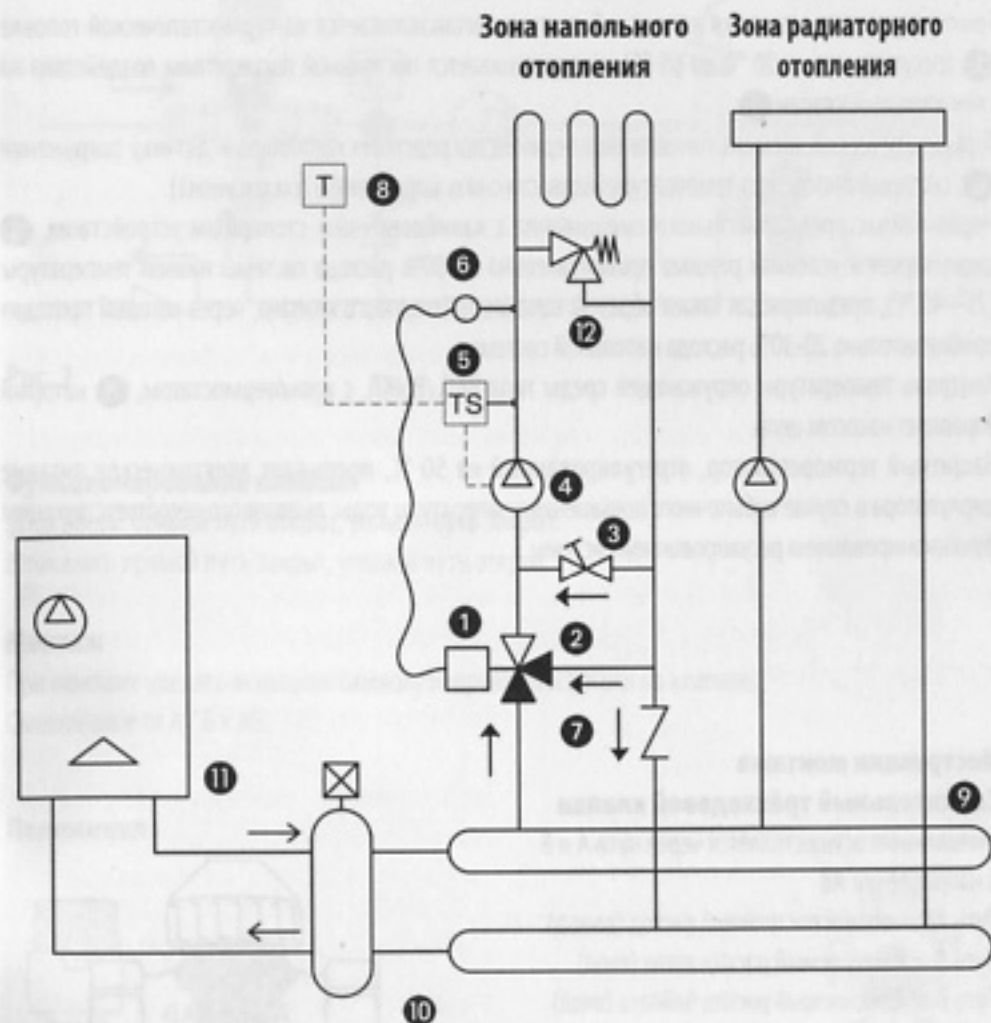

Рис. 1
Термостатический элемент головки подсоединён посредством капилляра к датчику погружения 6, который определяет температуру жидкости снизу циркулятора (см. рисунок 1).
- Полностью открыть калибровочное стопорное устройство **3** на ответвлении байпаса (рисунок 1).